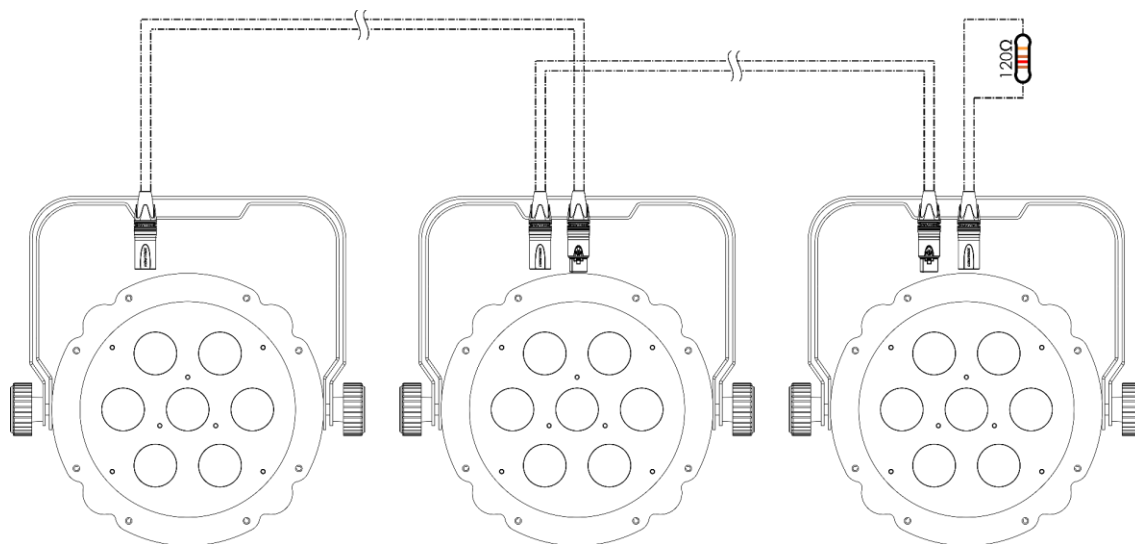

Fig. 10
- 02) Repita el paso 1 para conectar todos los dispositivos como se muestra en la Fig. 10. El primer dispositivo conectado se reconocerá automáticamente como dispositivo maestro.